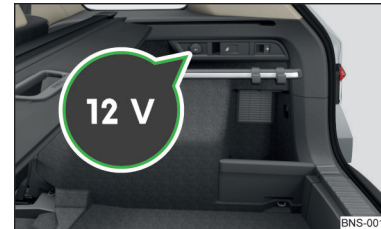

Abb. 132 Abdeckung der 12-Volt-Steckdose
- Zum **Gebrauch** die Abdeckung der Steckdose öffnen » Abb. 132 und den Stecker des elektrischen Verbrauchers in die Steckdose stecken.